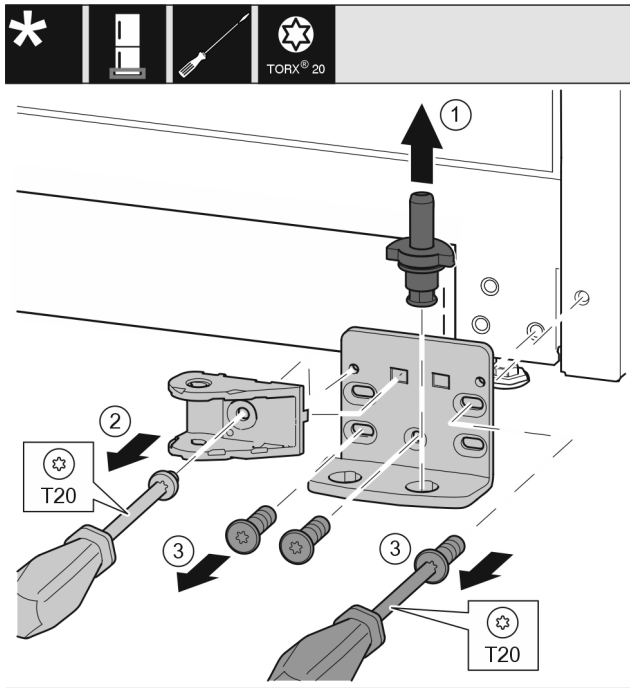

Fig. 35 *
- ▶ Lagerbout Fig. 35 (1) volledig naar boven toe wegtrekken.*
- ▶ Schroef Fig. 35 (2) met schroevendraaier er uit draaien en de sluitdemperverbinding wegnemen.*
- ▶ Schroeven Fig. 35 (3) met schroevendraaier er uit draaien en het lagerboks wegnemen.*